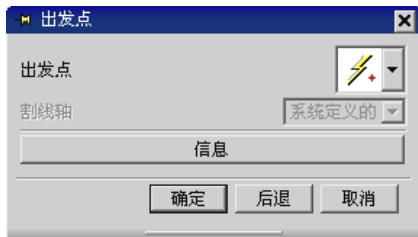
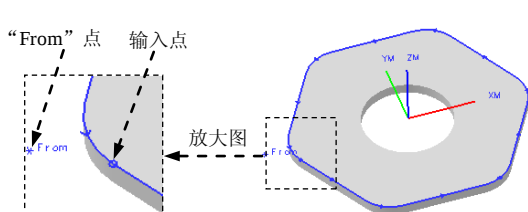

图 8.2.12 “出发点”对话框
图 8.2.13 “From”点
Step2. 指定出发点。在“移动控制”对话框中单击☒ **从**复选框后的**指定**按钮，系统弹出图 8.2.12 所示的“出发点”对话框，在**出发点**下拉列表中选择“点构造器”按钮，系统弹出“点”对话框，在“点”对话框**XC**文本框中输入值-40.0，在**YC**文本框中输入值0.0，在**ZC**文本框中输入值0.0，单击**确定**按钮，返回到“出发点”对话框，单击**确定**按钮，同时在图形区中显示出“From”点，如图 8.2.13 所示。
Step3. 指定前导点。在“移动控制”对话框中单击 ☒ 前导点 复选框后的 **指定** 按钮，系统弹出“点”对话框，然后在模型上选取图 8.2.13 所示的点为输入点，单击 **确定** 按钮，系统返回到“移动控制”对话框。